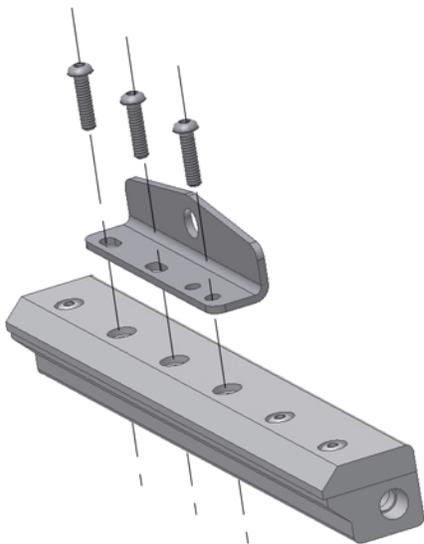
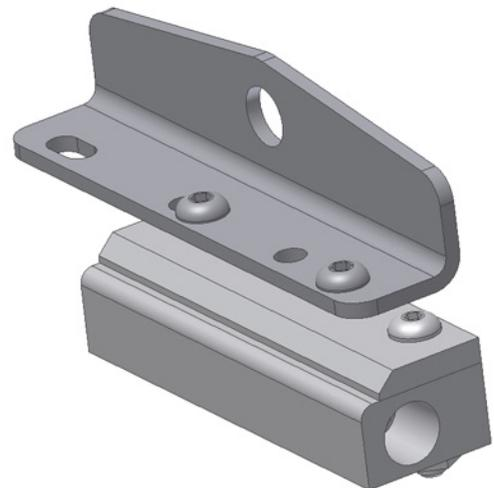

Figura 1 Super Air Knife de Alum 12" (305mm)
Figura 2 Standard Air Knife de Aço Inox 3" (76mm)
Determine a melhor posição de montagem para a air knife e remova os (3) parafusos adjacentes como mostrado na Figura 1. Apesar de ser recomendado usar os parafusos o mais próximo do centro da air knife, não é necessário. Coloque o suporte na air knife e alinhe os buracos (veja Figura 1). Para air knife de 3" (76mm), pode ser necessário a utilização de somente (2) parafusos para que o suporte prenda a extremidade da air knife (veja Figura 2). Instale os parafusos novos e arruelas (veja a Tabela 1 na página 3). Torque para 7.5 ft-lbs. Para air knives que são ajuntadas usando parafusos e porcas, re-utilize as porcas originais.